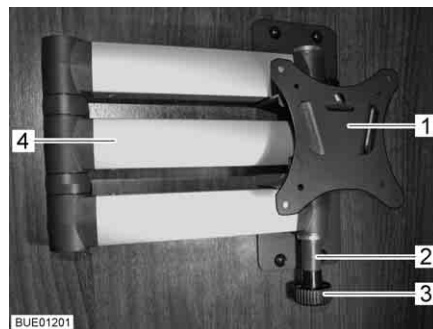

Fig. 67 Supporto con braccio snodato
- Tirare il bottone di sbloccaggio (Fig. 67,3). Il braccio snodato (Fig. 67,4) è sbloccato.
- Ruotare lo schermo piatto all'indietro nella sua posizione iniziale, finché il supporto (Fig. 67,1) non si innesta nel bloccaggio (Fig. 67,2).